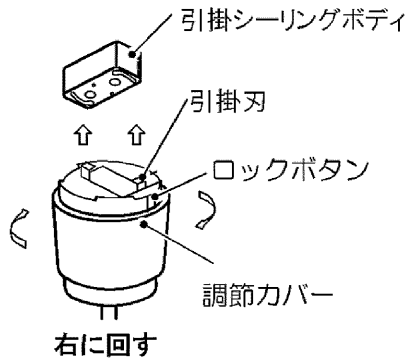

図2
- 2 引掛シーリングキャップの引掛羽を引掛シーリングボディに挿入し、カチッと音がするまで右に回す。(図2)
- 3 引掛シーリングキャップの調整カバーが天井面に当たるまで右に回す。(図2)